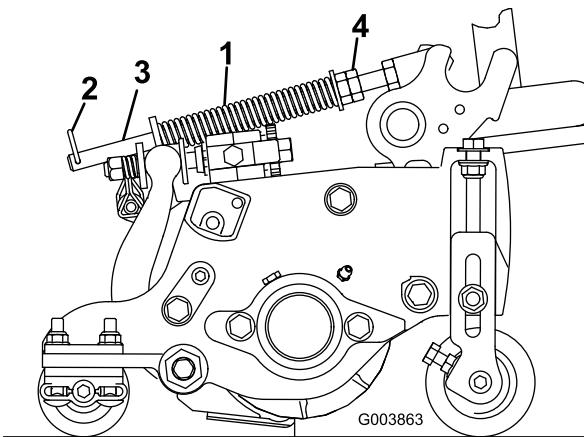

Figura 17
1. Certifique-se de que o contrapino do gancho está instalado no orifício traseiro na haste da mola (Figura 17).
2. Aperte as porcas sextavadas na extremidade dianteira da haste da mola até que o comprimento da mola em compressão seja de 15,9 cm (Figura 17).
Nota: Se tiver de remover unidade de corte da máquina, move o contrapino do gancho para o furo frontal na haste da mola (Figura 17). Mova o contrapino do gancho para o furo traseiro da haste da mola depois de a unidade de corte ser reinstalada na máquina.